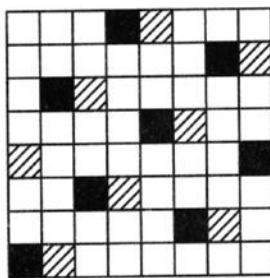

Рис.31. Усиленный сатин
• от сатинового и атласного: усиленный сатин, усиленный атлас (рис. 31);